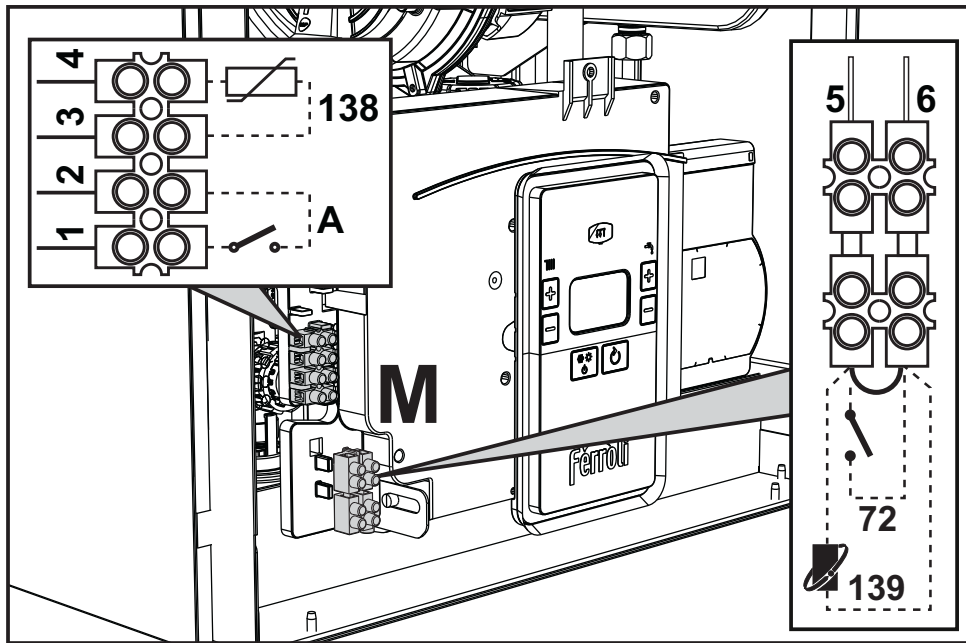
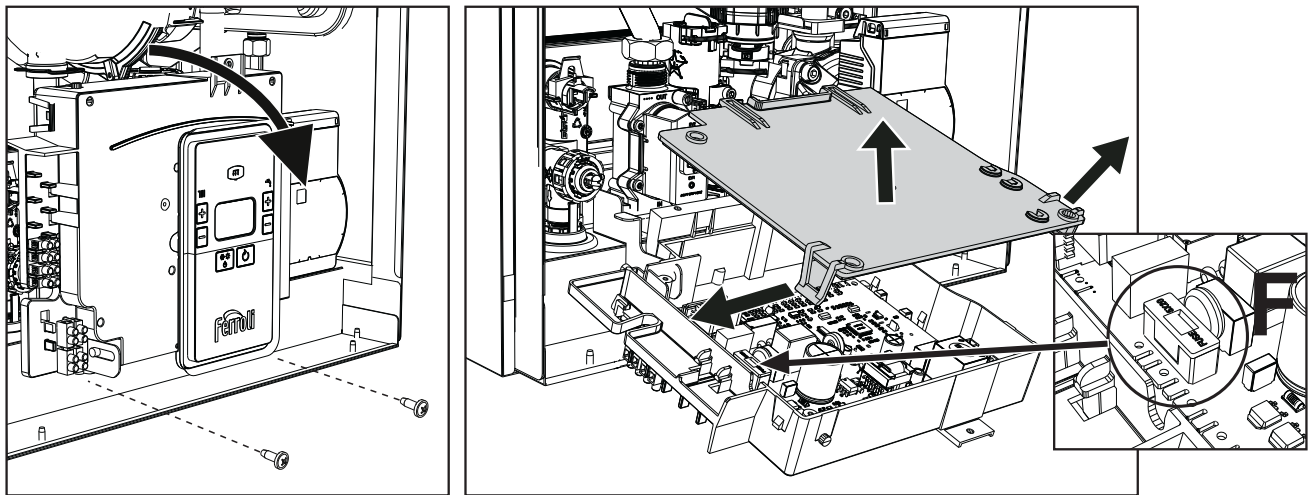

рис. 18
рис. 19
После снятия передней панели ("Открытие передней панели" на page 30) можно получить доступ к клеммным колодкам (M) и предохранителю (F), действуя согласно нижеприведенным указаниям (рис. 18 и рис. 19). **Клеммы, указанные на рис. 18, должны иметь чистые контакты (не 230В).** Расположение зажимов и их назначение показаны также на электрической схеме на рис. 45.
Конфигурация выключателя ON/OFF (А рис. 19)